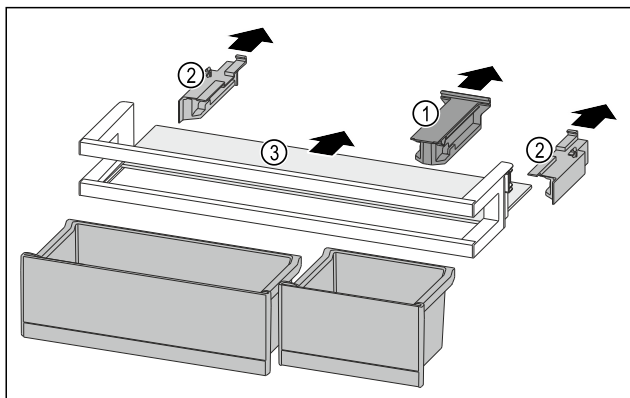

Fig. 97
- ▶ Držák Fig. 97 (1) stáhněte.
- ▶ Boční díly Fig. 97 (2) stáhněte.
- ▶ Odkládací plochu Fig. 97 (3) odeberte.